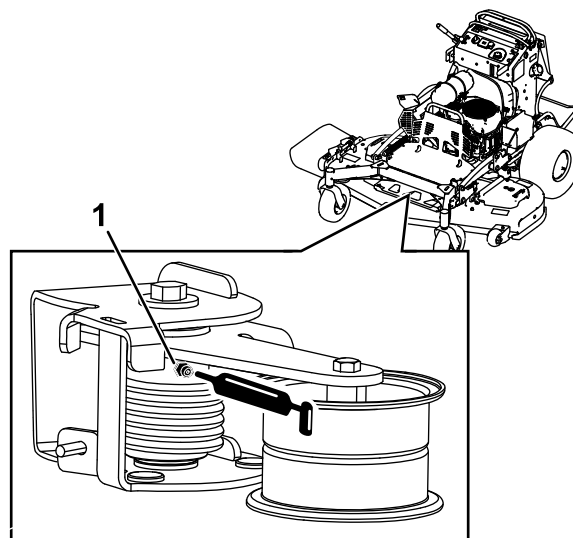

Figura 39
2. Lubrifique o rolete de torsão no cortador utilizando o lubrificante de altas temperaturas no bocal de lubrificação que se mostra na Figura 39.